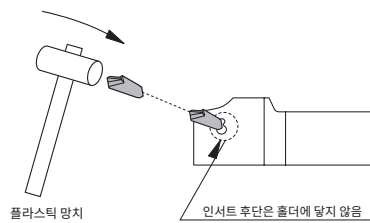

Fig. 1 장착 방법
1. 인서트는 플라스틱 망치로 가볍게 두드려서 압입하십시오.(Fig. 1)